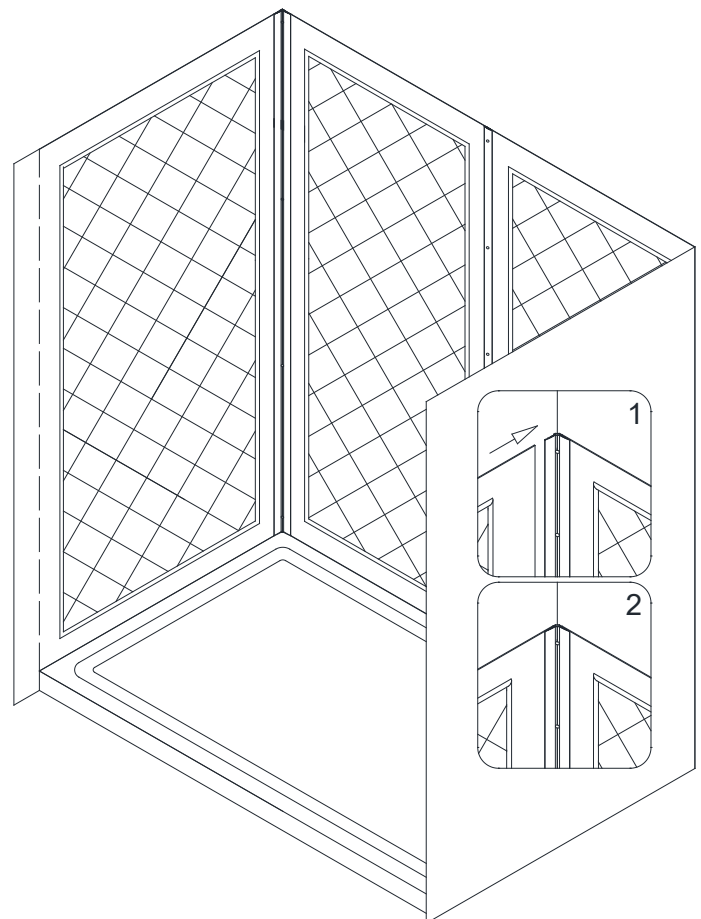

Fig. 28
Consultez la Fig. 28 pour plus de détails.
28. Marquez la position des **Supports de Tablette (N° 04)** selon les mesures aux Fig. 28 et Fig. 29.1.